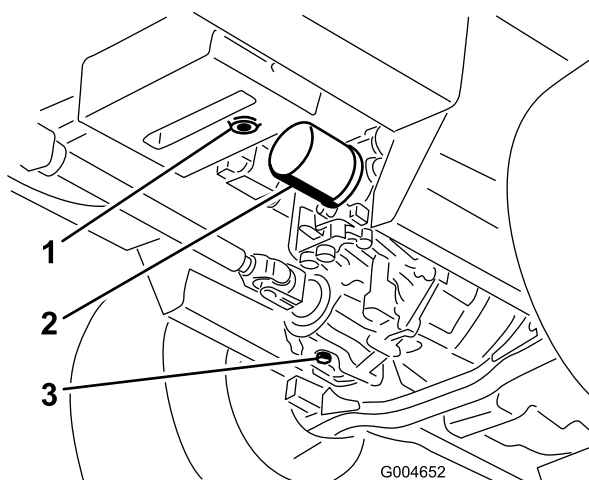

Figura 90
3. Coloque un recipiente grande debajo del depósito de aceite hidráulico y el alojamiento de la transmisión y retire los tapones; deje que se vacíe todo el aceite hidráulico (Figura 90).
4. Limpie la zona alrededor del filtro de aceite hidráulico y retire el filtro (Figura 90).